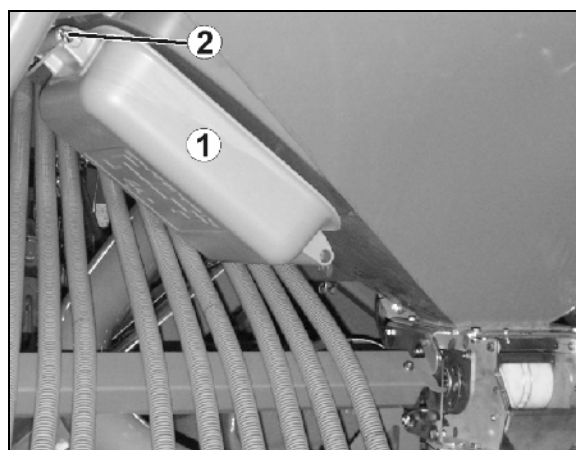

Рис. 102
5. Отсоедините лоток (Рис. 102/1) из транспортировочного крепления на задней стенке бункера. Лоток зафиксирован пружинным фиксатором (Рис. 102/2).